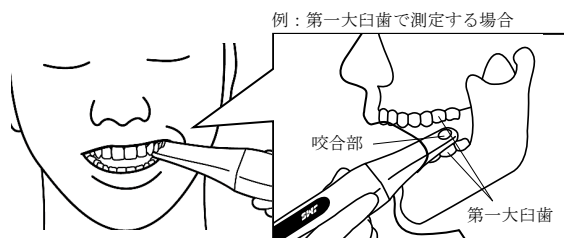

図 3. 口腔内での咬合部の位置
- * (1) 本品を患者の口腔内に挿入し、咬合部を測定する臼歯部の位置に合わせる (図 3)。